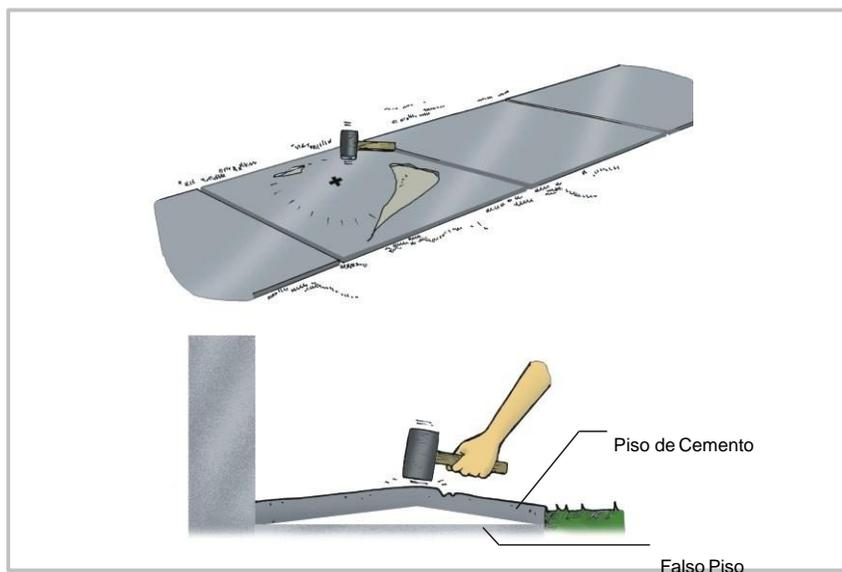

Fig. 1
1. Ubicada la zona a reparar y utilizando una pequeña comba, dar golpes suaves alrededor del área afectada, sobre todo cuando se encuentren rajaduras o englobados (se dice que el piso está soplado). (Fig. 1)